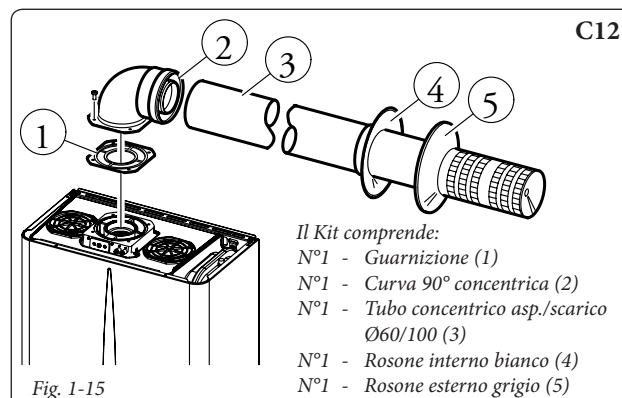

Fig. 1-15
Questo terminale permette l'aspirazione dell'aria e lo scarico dei fumi direttamente all'esterno dell'abitazione. Il Kit orizzontale può essere installato con l'uscita posteriore, laterale destra, laterale sinistra e anteriore (Fig. 1-15÷1-21).
Kit orizzontale di aspirazione - scarico Ø60/100. Montaggio kit (Fig. 1-15): installare la curva con flangia (2) sul foro centrale della caldaia interponendo la guarnizione (1) e serrare con le viti presenti nel kit. Innestare il tubo terminale (3) con lato maschio (liscio), nel lato femmina (con guarnizioni a labbro) della curva (2) sino a portarlo in battuta, accertandosi di avere già inserito il relativo rosone interno ed esterno, in questo modo si otterrà la tenuta e la giunzione degli elementi che compongono il kit.